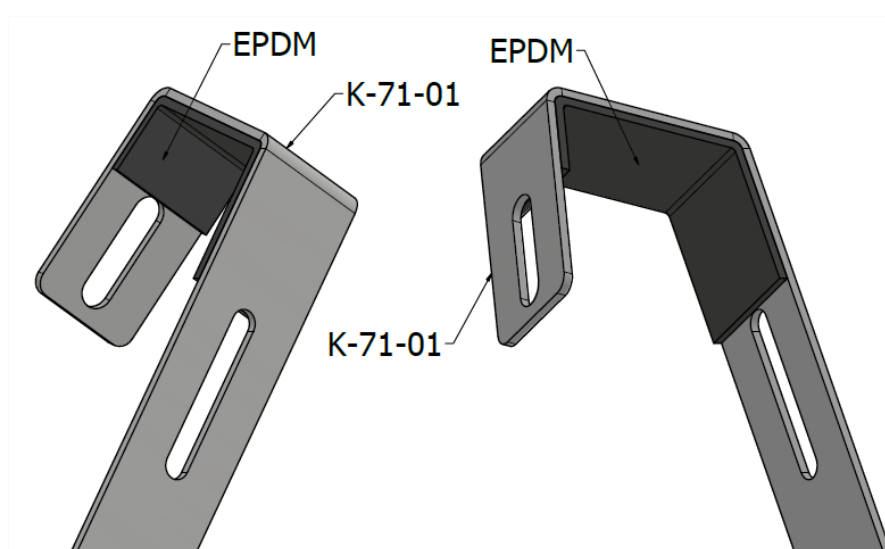
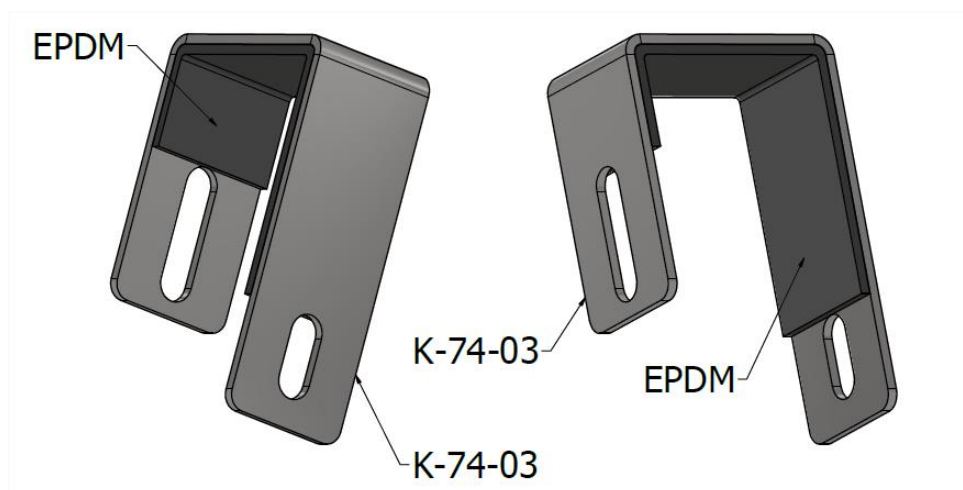

ABB.3 Sicherheitseinrichtung K-71-01
ABB.4 Sicherheitsvorrichtung K-74-03
3. Im nächsten Schritt schrauben Sie die Flacheisen K-74-02 an das Bauteil K-71-01 vor. Die Flachstange wird mit einer Sicherungsschraube K-76-20 und einer Mutter K-21 durch eines der beiden vorbereiteten Langlöcher an die Rückseite des Hakens geschraubt (Abb.3).
4. Als Nächstes wird das Modul mit vier Inbusschrauben K-18-20, vier Unterlegscheiben K-51-M8 und vier Muttern K-21-M8 an den beiden vorgedrehten Haken gemäß Punkt 1 und 2 verschraubt (ABB.3, ABB.4).